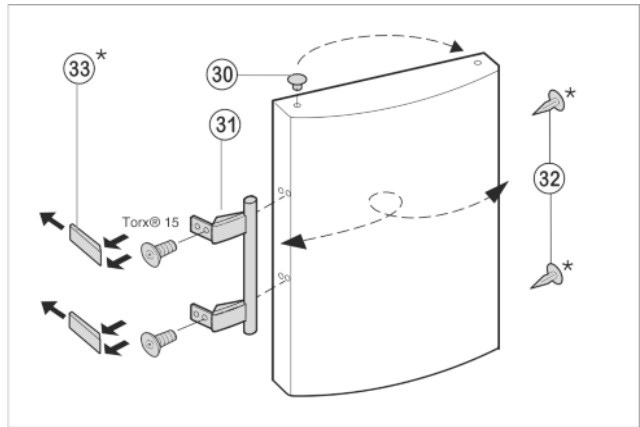

Fig. 10
- ▶ Витягніть пробки *Fig. 10 (30)* із втулок на дверцятах і переставте їх.
- ▶ Зніміть ручки дверцят *Fig. 10 (31)*, пробки *Fig. 10 (32)* та пластини *Fig. 10 (33)* і переставте на протилежний бік.